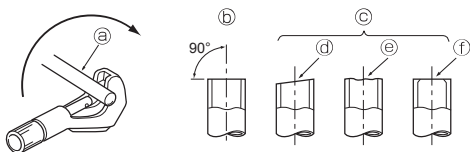

Fig. 5-3
5.2.1. Řezání trubek (Fig. 5-3)